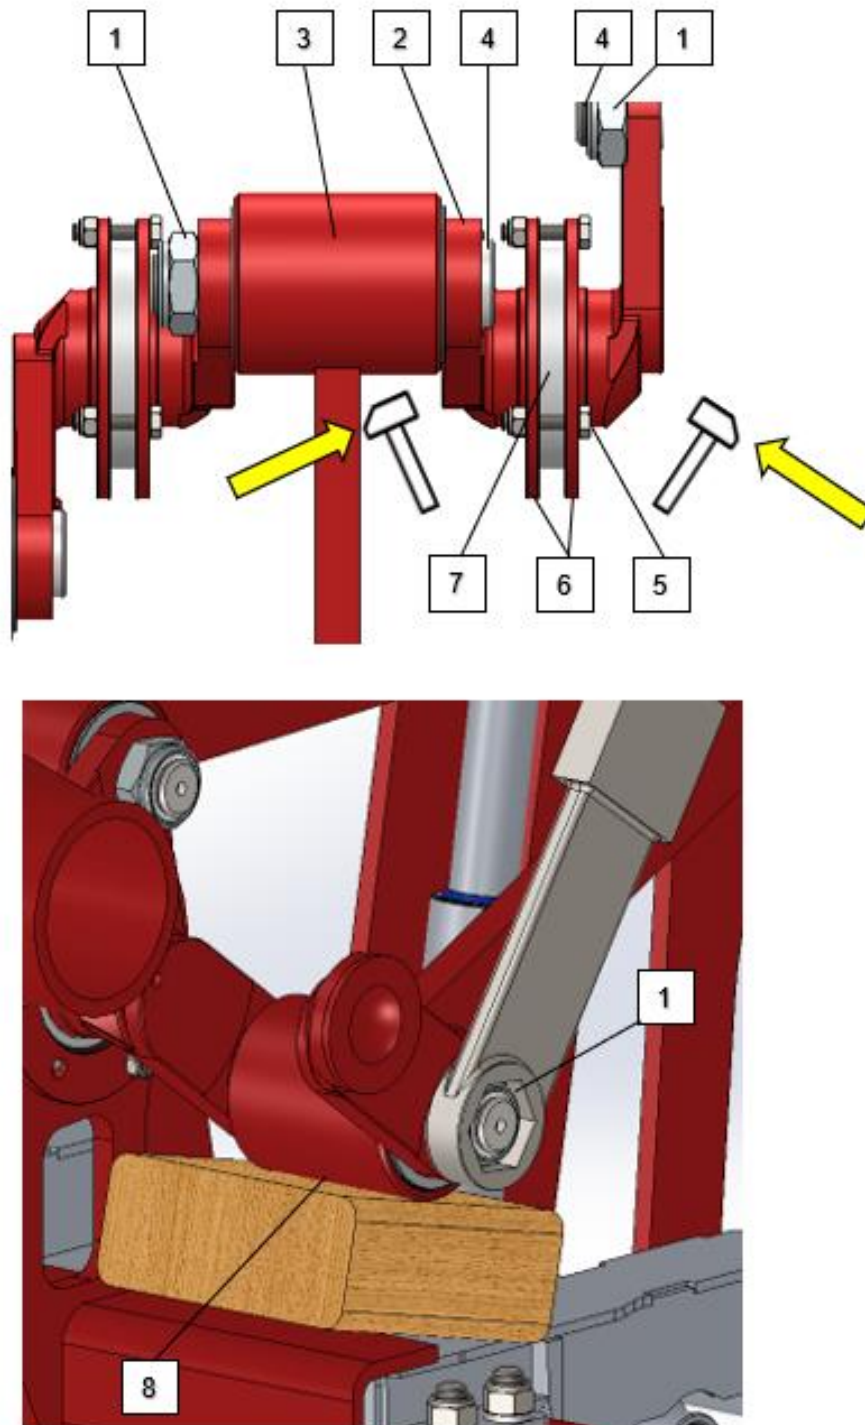

Fig. 16
En la Fig. 16 se muestra la composición del cigüeñal. También véase la página de partes para un dibujo más detallado.
Es necesario cambiar una carrera de cigüeñal cuando está agrietada o cuando las tuercas **(1)** de la biela **(2)** se sueltan regularmente. O bien los cojinetes del cigüeñal, los orificios del cojinete del cigüeñal o los orificios de la espiga para cabeza de biela en la carrera de cigüeñal están dañados. Cambie la carrera de cigüeñal / el cojinete lo antes posible, para evitar daños mayores a otras partes, de la siguiente manera: (Fig. 16)
Apoye el centro de la biela (8) con un bloque de madera al apretar la tuerca para biela (1) para un montaje correcto. (Véase la Fig. 16)
2. Usando un martillo, golpee las carreras de cigüeñal afectadas al lado de la cabeza de biela (Fig. 16) que proporciona tensión para liberar la tensión.